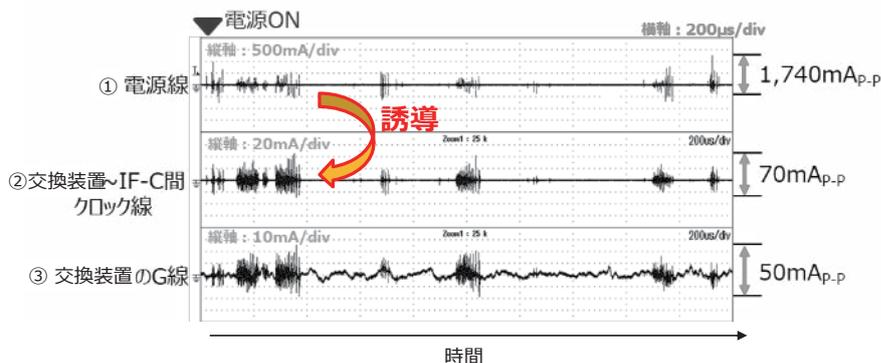

図6 ノイズ測定波形
測定結果を図6に示します。換気扇の電源をONにすると同時に、①電源線に1,740mA_{p-p}のノイズが発生